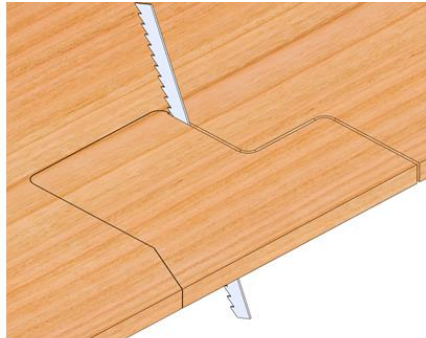

Fig10
- Šablonu obkreslete a materiál vyřízněte (Fig10)